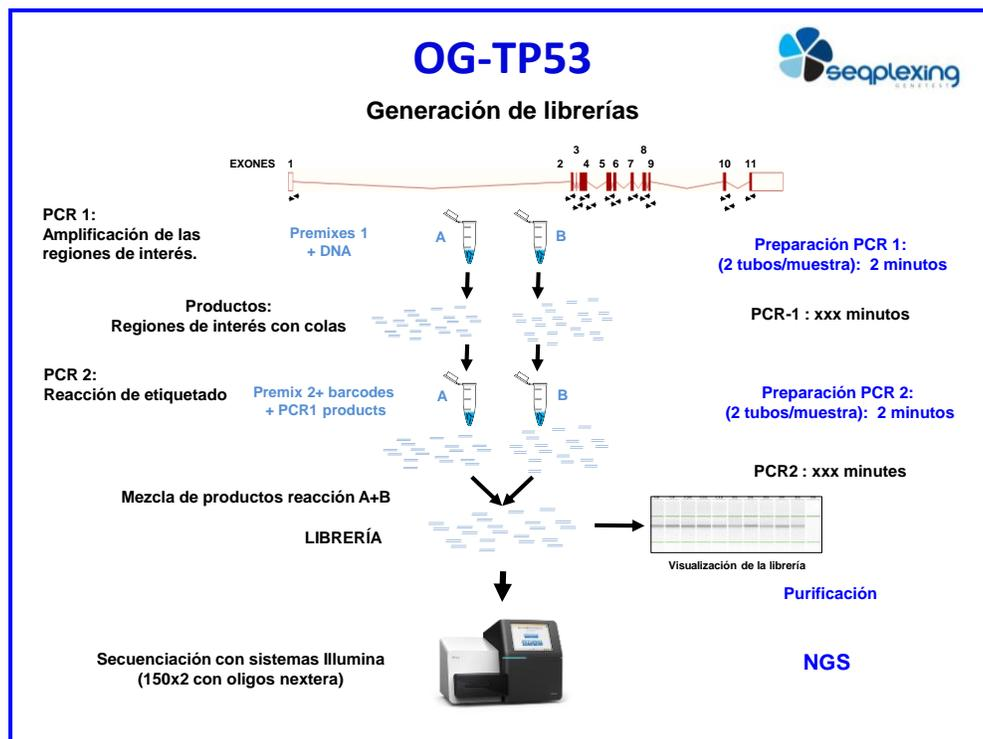

Figura 2. Representación esquemática del gen TP53, de las regiones analizadas y del proceso necesario para obtener las librerías de NGS.
Nuestros kits OncoGenBasic (OGB) se basan en la generación de librerías por amplicones mediante dos PCRs consecutivas, que Seqplexing ha optimizado (Figura 1). El protocolo es sencillo y requiere poco trabajo manual, además, permiten utilizar el primer producto de PCR directamente en la segunda reacción, **sin purificación ni cuantificación del producto de PCR**. El producto final está listo para realizar la reacción de secuenciación con un sistema NGS de Illumina® mediante reacciones de paired-end (PE) de 150 pb y utilizando oligos Nextera para la secuenciación (Figura 2). Los Kits OGB producen prácticamente solo productos específicos (superior al 98%) evitando diferentes problemas en el análisis que pueden producir los productos inespecíficos o artefactuales (productos en regiones no deseadas, productos de PCR de tamaño pequeño o productos de PCR que incluyen varios amplicones). El kit OGB para TP53 (OG-TP53) permite la amplificación de todas las regiones de interés del gen TP53 en solo dos reacciones de PCR consecutivas.
Nuestros kits OG permiten detectar todas las mutaciones puntuales en más del 1% del ADN de las copias presentes en las regiones analizadas. El análisis de las librerías se realiza mediante la secuenciación de los amplicones obtenidos por el sistema MiSeq u otros sistemas Illumina® utilizando la secuenciación 150x2 (secuenciación PE). Por lo tanto, el kit se puede utilizar para la detección de mutaciones somáticas y germinales, requiriéndose diferente profundidad para cada aplicación: 1000x mínimo para somáticas y 100x para mutaciones germinales. El kit OG-TP53 permite detectar las mutaciones puntuales presentes en todas las regiones codificantes del gen TP53 y las regiones importantes para el empalme o “splicing” en los extremos de los exones e intrones que pueden tener interés científico y/o clínico (Figura 2). Las secuencias de referencia utilizadas son SwissProt P04637, NC_000017.10, NM_000546 y ENST00000269305.8 (GRCh38.p12).
Se deben utilizar los tubos, pocillos o placas necesarios para ajustar el número de reacciones deseado. Cada muestra debe amplificarse inicialmente en 2 tubos separados (uno con PCR1-Mix A y el otro con PCR1-Mix B), también se deben utilizar estos 2 tubos para los controles utilizados. Ver figura 2.
LA SEGUNDA REACCIÓN DE PCR TAMBIÉN SE REALIZA EN 2 REACCIONES SEPARADAS, POR LO QUE CADA MUESTRA DEBE AMPLIFICARSE EN DOS TUBOS USANDO LA MISMA COMBINACIÓN DE BARCODES PARA CADA MUESTRA. Ver figura 2.